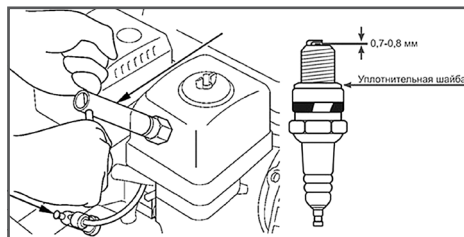

Рис. 26 Обслуживание свечи зажигания
2. Открутите свечу зажигания свечным ключом (Рис. 26).
4. Измерьте зазор между электродами специальным щупом. Зазор должен быть 0,7-0,8 мм (Рис. 26). При увеличении, или уменьшении требуемого зазора, рекомендуется заменить свечу, так как регулировка зазора может привести к изменению качества искрообразования.